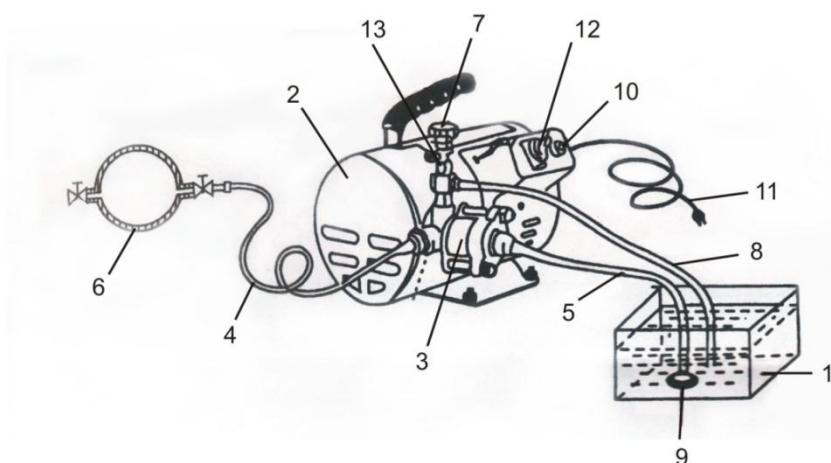

Рис. 1
3.1. Электрический насос для испытаний модели DSY60 (см. рис. 1) состоит из бака 1 (упаковочная тара) или любая подходящая емкость, электронасос 2, нагнетательный трубопровод (подающий шланг) 4 с регулятором давления 3, предохранительного клапана давления 13, всасывающего шланга 5 с фильтром 9 и дренажного шланга 8.